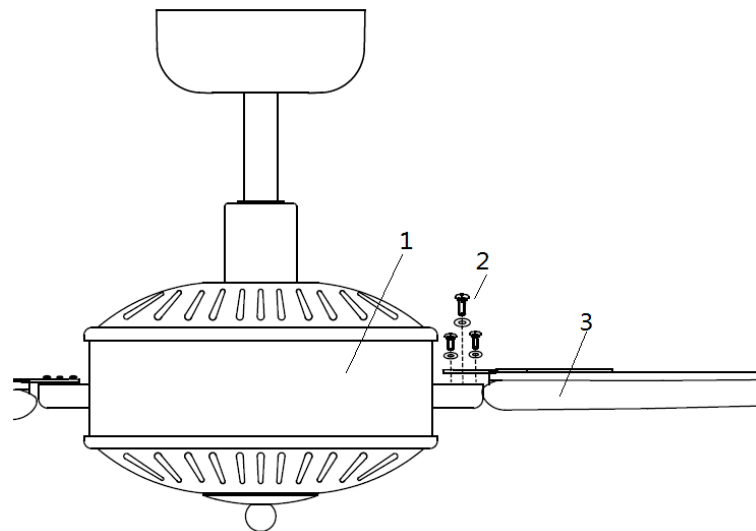

Fig. 5
- Allineare i 3 fori della pala (3) al motore del ventilatore (1).
- Assicurare la pala con le 3 viti da pala con le rondelle di bloccaggio (2) incluse.
- Seguire lo stesso processo per le due pale rimanenti. (Fig.5)